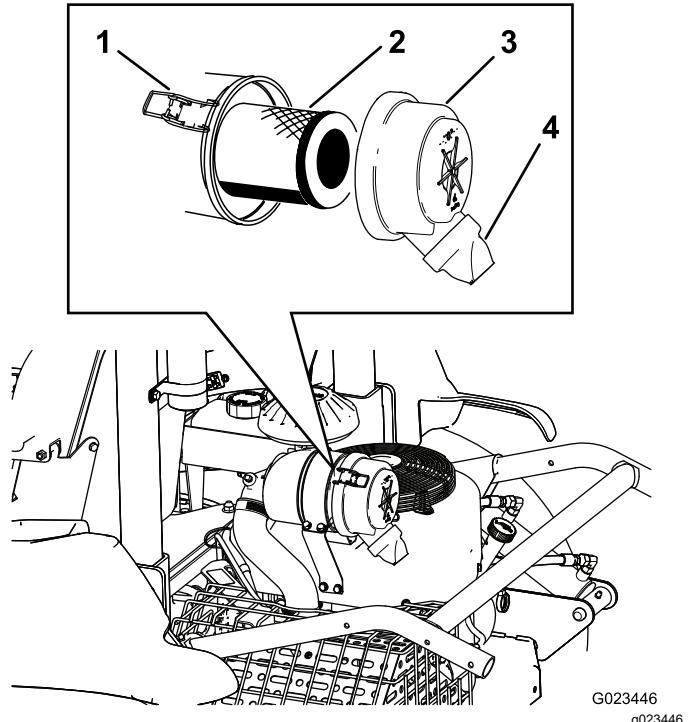

Figura 40
- Abra los enganches que sujetan la tapa del limpiador de aire a la carcasa del limpiador de aire (Figura 40).